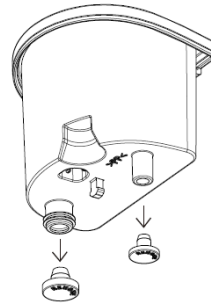

Рисунок 1
3. Зніміть герметичну кришку з нового картриджа проти накипу (рис. 1).
2. Зніміть герметичну кришку з нового картриджа проти накипу (рис. 1).